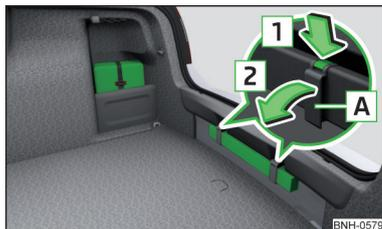

Fig. 234
Se puede fijar el botiquín con ayuda de una cinta de sujeción en el lado derecho del maletero » fig. 234.
El triángulo reflectante de advertencia se puede introducir en el rebaje debajo del borde de carga y asegurarse con bandas de tensión » fig. 234.
- › Para **soltar** el bloqueo, presionar en la banda en dirección de la flecha **1** y abrir la banda **A** en el sentido de la flecha **2** » fig. 234.